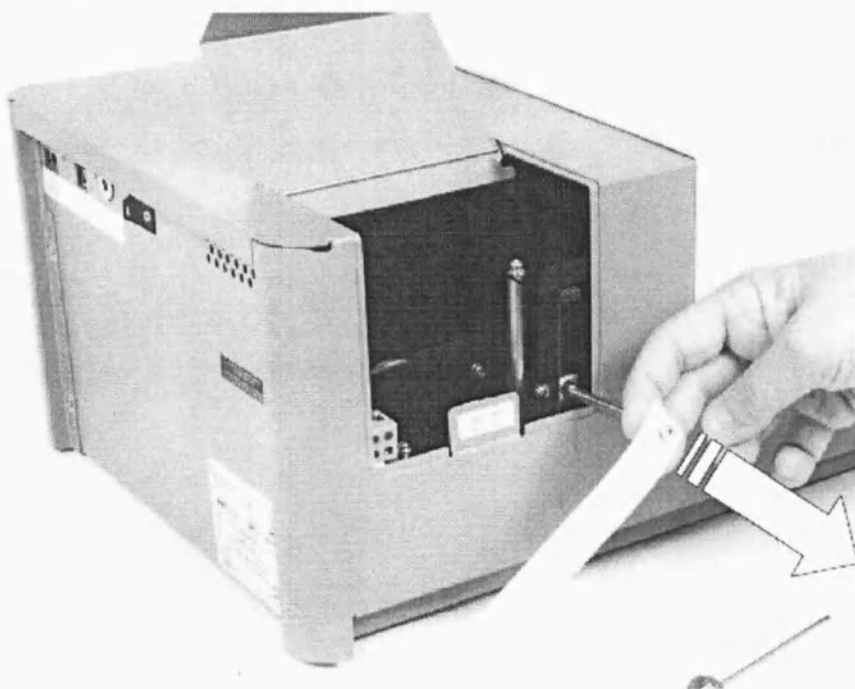

Рисунок 3-9. Изъятие транспортировочного фиксатора
3. Выньте транспортировочный фиксатор (Рисунок 3-9). Сохраняйте транспортировочный фиксатор и бирку на случай возможной транспортировки прибора в будущем.